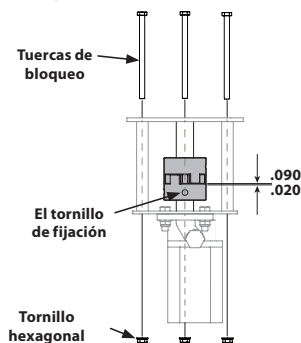

Figura 22
2. Retire los tres tuercas de la brida sujeción y los tornillos hexagonales que sujetan la bomba a la pantalla de acoplamiento. Dos tuercas de la brida y tornillos hexagonales se encuentran en las esquinas inferiores y uno está en la parte superior central. Ve la Figura 22.
11. Establezca .020" a .090" de una liquidación / brecha entre el nylon "araña" y el motor de la mitad del acoplamiento deslizando un calibrador entre el nylon "araña" y la mitad del acoplamiento del motor y mover el medio acoplamiento de la bomba según sea necesario. Instale el tornillo de fijación y el par de 78 pulgadas-libras para asegurar el acoplamiento mitad bomba. Ve la Figura 22.